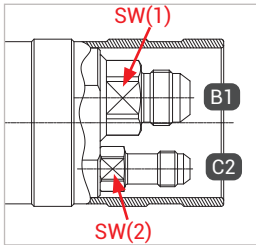

Abbildung 1
- ▶ Halten Sie beim Montieren des Füll- und Rückführschlauches an den Schlüsselstellen SW(1) und SW(2) (Abbildung 1) mit einem Gabelschlüssel gegen.
- ▶ Verschrauben Sie die Betriebsmedienzuleitung „B1“ druckdicht mit dem Anschluss des Füllschlauches (Abbildung 1).
- ▶ Verschrauben Sie die Gasrückführung „C2“ druckdicht mit dem Anschluss des Rückführschlauches (Abbildung 1).